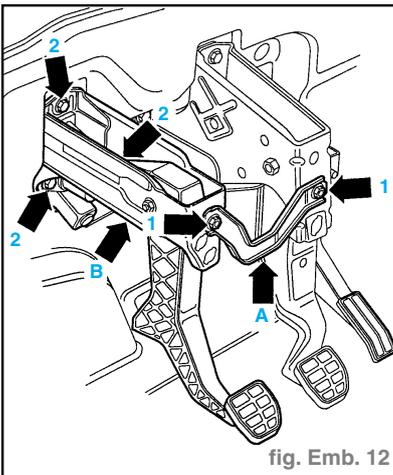

fig. Emb. 12
- Dévisser les écrous hexagonaux (flèches 1) et enlever la tôle de raccordement (flèche A) (fig. Emb. 12).